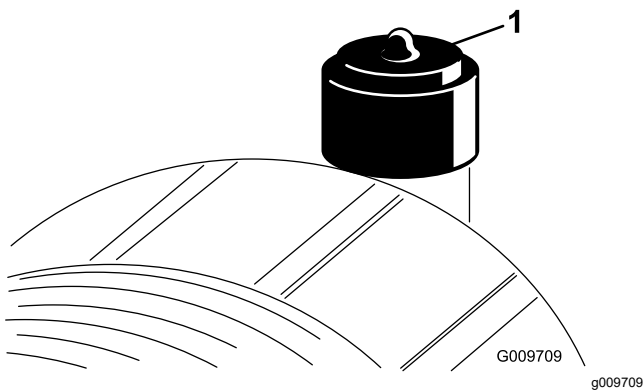

図 49
2. インジケータ図 49 が赤になっている場合はリセットする。